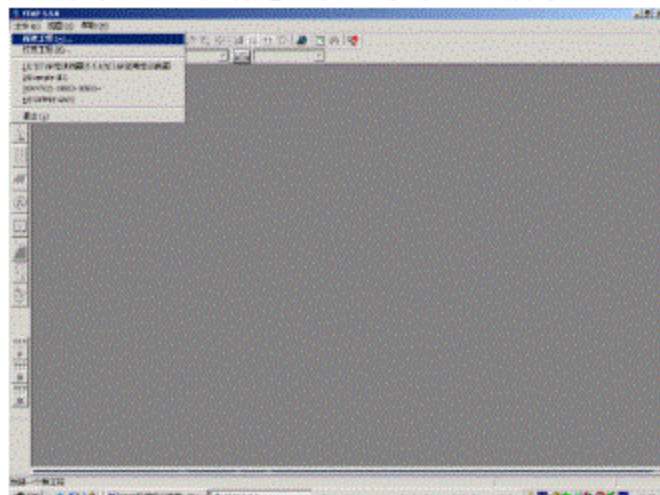

图1-2 ETAP 11.1.1 新建工程界面
- 2、打开“文件”下拉菜单，点击“新建工程”，如图1-2 所示。